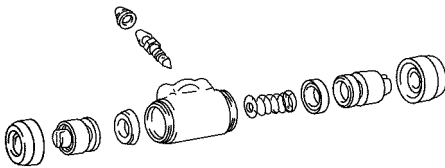

图 15-96 分解轮制动分泵
(6) 分解车轮制动分泵。从分泵上拆下两个活塞套、两个活塞、两个活塞帽和弹簧，如图 15-96 所示。
(7) 如有必要，应拆下并分解停车制动器摇臂部件。